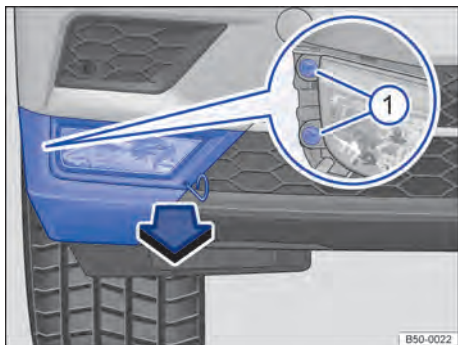

Fig. 214 No para-choque dianteiro direito: remover farol de neblina.
2. Pegar o gancho extrator do conjunto de ferramentas de bordo e enganchá-lo na abertura da cobertura → Fig. 214. Remover a cobertura no sentido da seta para frente.
3. Remover os parafusos de fixação → Fig. 214 ① com a chave de fenda.
11. Apertar os parafusos de fixação → Fig. 214 ① com a chave de fenda.
12. Encaixar a cobertura no para-choque → Fig. 214.